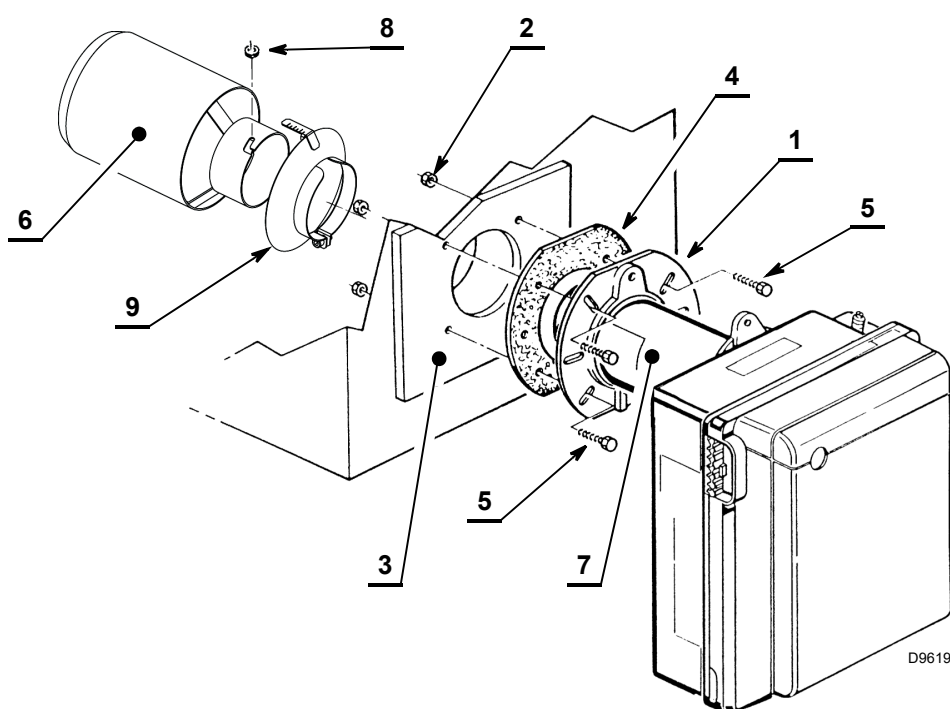

Fig. 10
- Fijar en la puerta de la caldera 3) la brida 1) con los tornillos 5) y (si es necesario) las tuercas 2) interponiendo la protección aislante 4)(Fig. 10).
- Colocar el tubo de recirculación 6) en el tubo llama del quemador 7) y fijarlo con la tuerca 8)(Fig. 10).